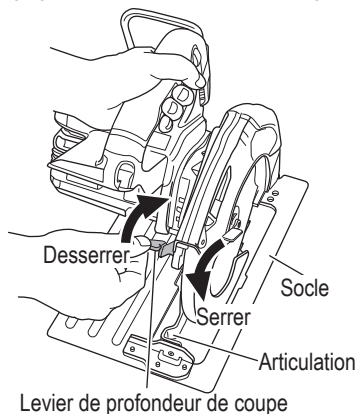

Fig. 19
1. Réglage de la profondeur de coupe (Fig. 19)
2. Vérifiez si les leviers sont serrés (Fig. 19, 20)